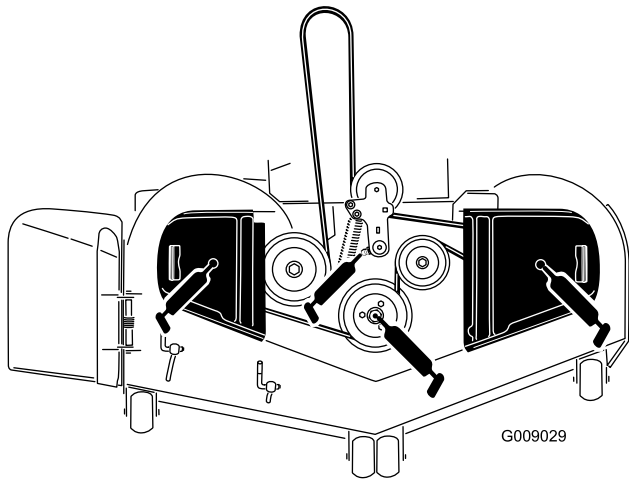

Figura 43
3. Engrase el pivote de la polea tensora de la carcasa del cortacésped hasta que salga grasa por el extremo inferior (Figura 43).
4. Engrase los cojinetes de los 3 ejes hasta que salga grasa de la junta inferior (Figura 43).